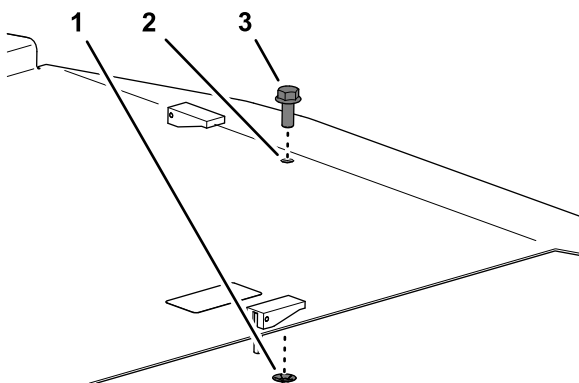

Figura 4
2. Rimuovete il dado a pressione che fissa il bullone al coperchio del piatto di taglio e rimuovete il bullone dal coperchio (Figura 4).